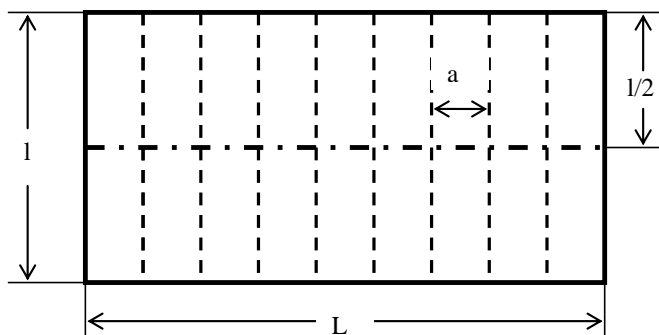

Рис. 1. Схема перекрытия
**Требуется** спроектировать плоское прямоугольное перекрытие, состоящее из настила и подкрепляющего его набора, на действие нагрузки от равномерного (гидростатического) давления. Набор располагается со стороны, не подверженной нагрузке (с внутренней стороны при наружном давлении). Материал – малоуглеродистая сталь с пределом текучести  $\sigma_T = 235$  МПа. Перекрытие свободно опёрто по всем краям. Схема перекрытия показана на рис. 1. Набор состоит из одинаковых равноотстоящих балок